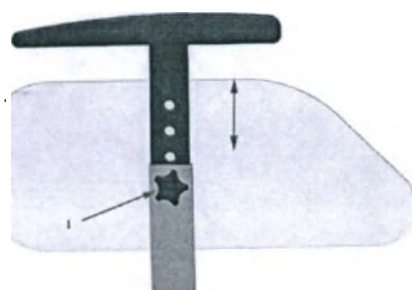

Рис.1.14
5.4.6 Кресла оснащены съёмными подлокотниками, имеющими мягкие накладки на поручнях. Подлокотники регулируются по высоте. Для регулирования подлокотника необходимо ослабить барашек (поз.1,рис. 1.14), установить подлокотник в требуемое положение, затянуть барашек.